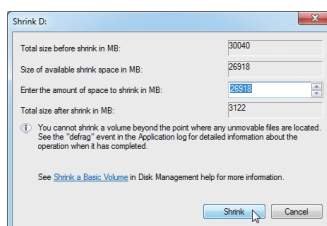

図 2
- ステップ4 完了したら、縮小を **Shrink**。(図 2)